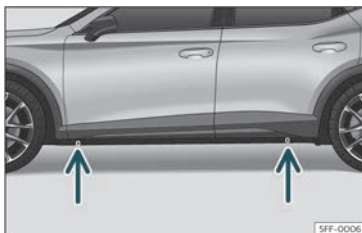

Fig. 38 Puntos de apoio do gato.
- Busque no traveseiro a marca do punto de apoio do gato (área afundida) máis próximo á roda que se vai cambiar »» fig. 38.